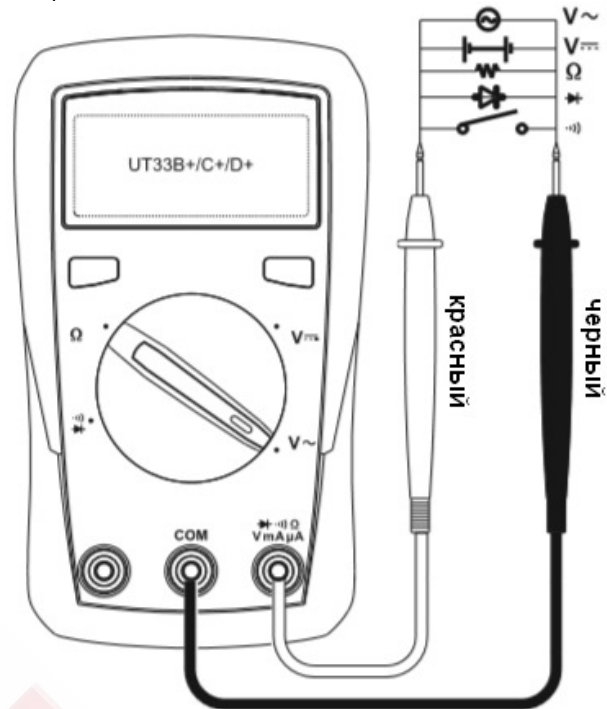

Рисунок 2
8.1. Измерение переменного и постоянного напряжения (см. рисунок 2)
8.2. Измерение сопротивления (см. рисунок 2)
8.3. Прозвонка электрических цепей (см. рисунок 2)
8.4. Проверка диодов (см. рисунок 2)